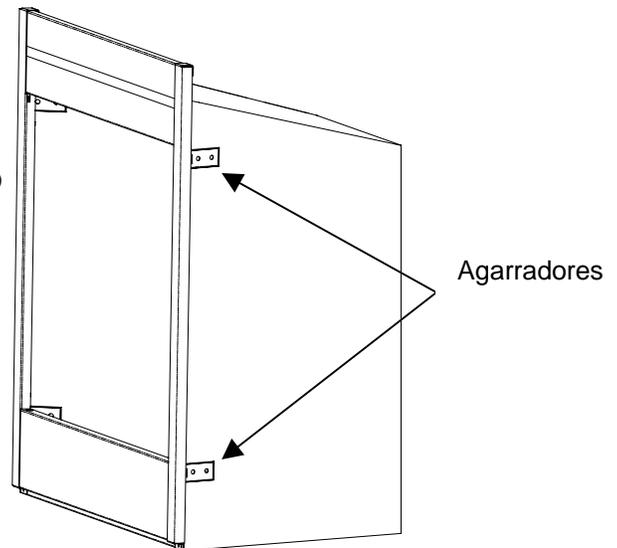

FIGURA 3
5. Coloque el aparato en la posición correcta de la abertura del marco, nivélelo con cuñas si es necesario y conéctelo al marco utilizando los agarradores que se le han proporcionado (véase figura 3 en la página 3).